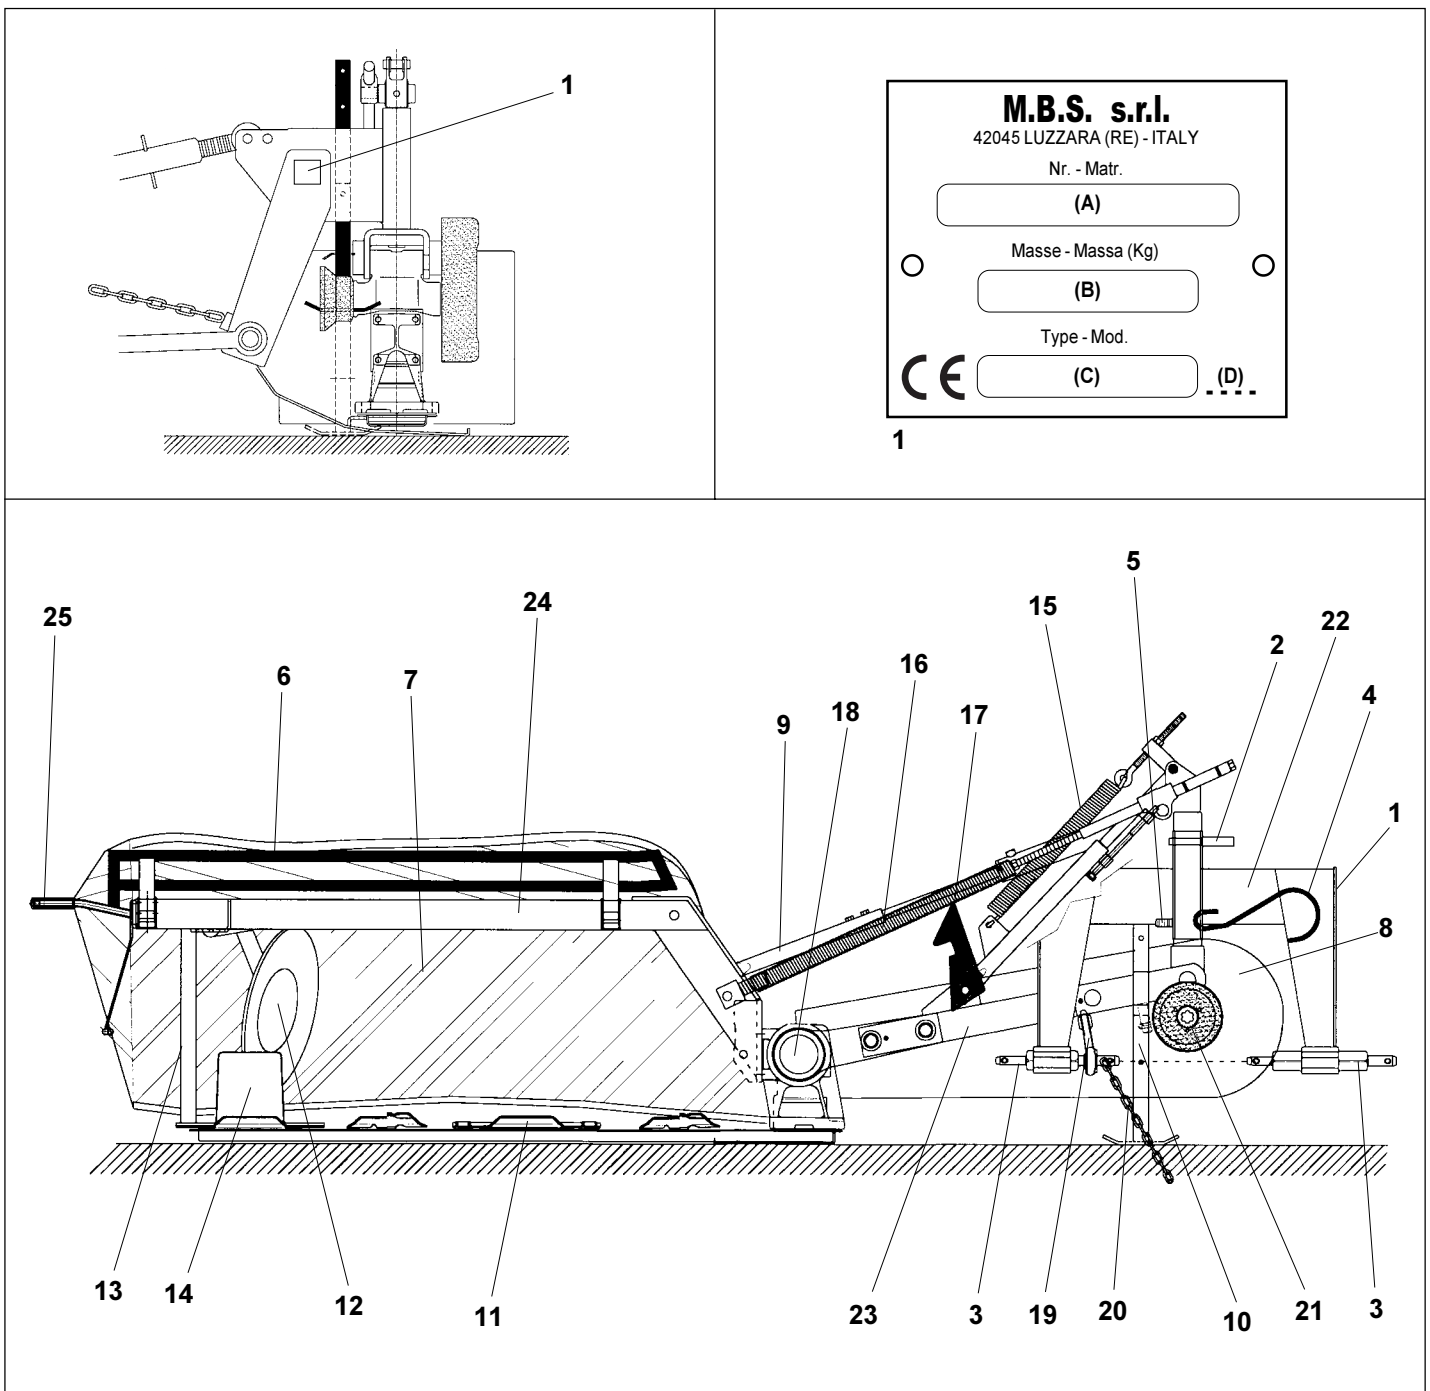

Fig. 1
Ogni macchina, è dotata di una targhetta per l'identificazione (1 fig. 1), i cui dati riportano:
1.2.4 IDENTIFICAZIONE COMPONENTI PRINCIPALI (FIG.1)